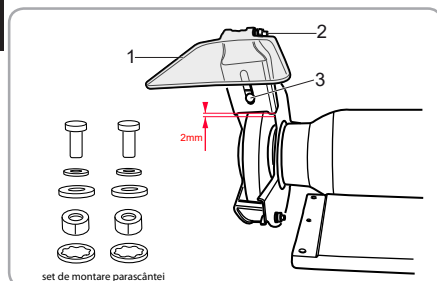

Fig.6
- Atașați apărătoarea de scânteii Fig. 6 (1)
- Folosiți șurubul și șaiba furnizate și strângeți apărătoarea în poziție Fig. 6 (2)
- Reglați apărătoarea de scânteii cu ajutorul șurubului de reglare, Fig. 6 (3): distanța dintre piatra de polizor și suportul de reglare al apărătoarei de scânteii trebuie să aibă cel mult 2 mm.
Pentru a demonta apărătoarea discului, urmați procedura de instalare a apărătorii, dar în sens invers. Fig. 6